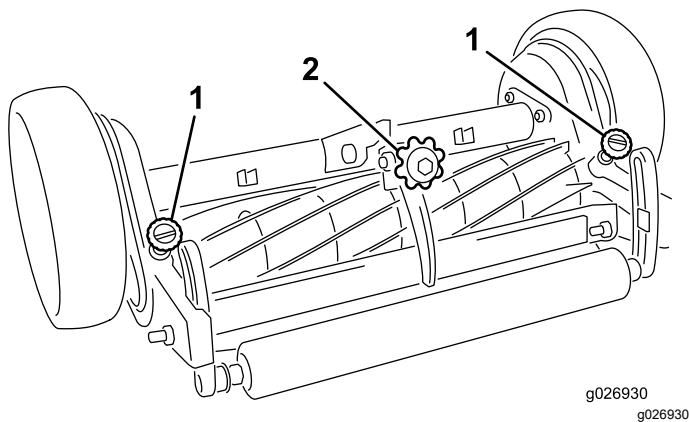

Figura 4
2. Desengrane los pomos de desembrague del molinete (Figura 4). Haga rotar el molinete cuidadosamente hacia atrás para asegurarse de que se mueve libremente.
3. Con el molinete girando hacia atrás, gire el pomo de ajuste de la contracuchilla en sentido antihorario (Figura 4) hasta que la contracuchilla no toque las cuchillas del molinete.
4. Con el molinete girando hacia atrás, gire el pomo de ajuste en sentido horario (Figura 4), un clic a la vez, hasta que note un contacto ligero entre la contracuchilla y el molinete, o hasta que oiga el típico susurro del corte.
6. Al principio de la jornada de siega, con los molinetes fríos, engrane los pomos de desembrague del molinete (Figura 4). Haga funcionar las unidades de corte durante 15 a 20 minutos para que la contracuchilla y el molinete alcancen la temperatura de trabajo normal, luego pare la máquina. A continuación, desengrane los pomos de desembrague del molinete y gire el molinete hacia atrás. Debe oírse un susurro, no una serie de clics, si el ajuste es correcto. Si no se oye un susurro, es necesario volver a ajustar la contracuchilla y el molinete; consulte los pasos 3–5. En cambio, si los molinetes están calientes después del uso, utilice solamente los pasos 1–5 para mantener un contacto ligero entre la contracuchilla y el molinete.